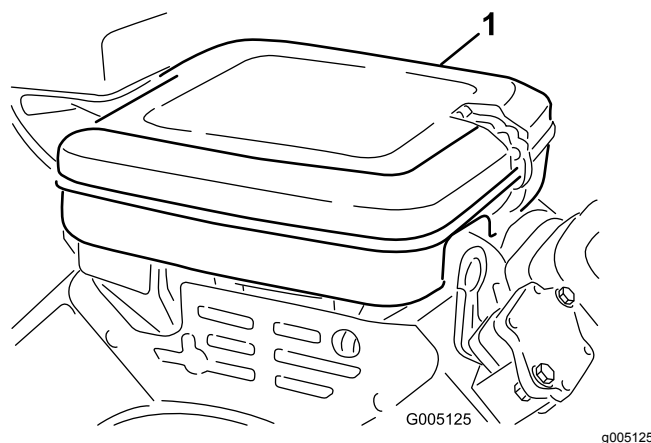

Figura 26
1. Limpe a cobertura do filtro de ar (Figura 26).